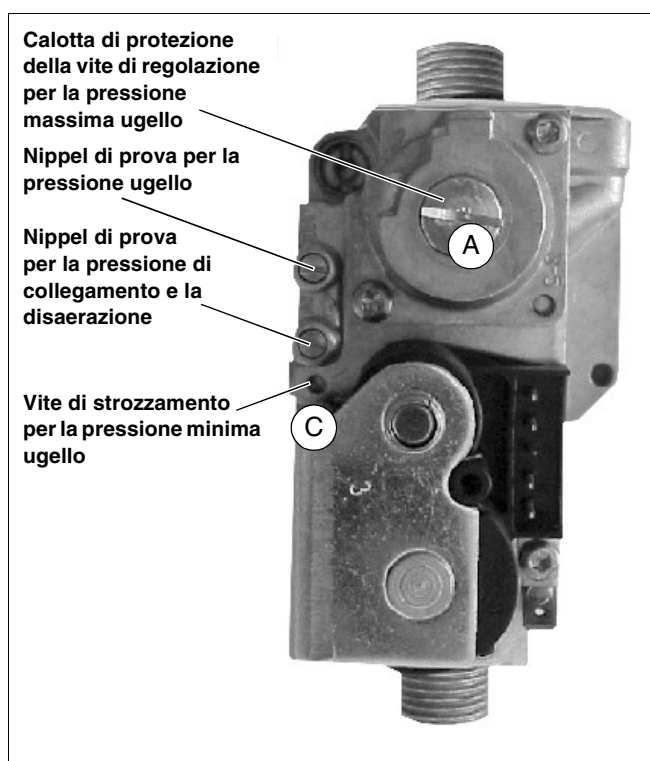
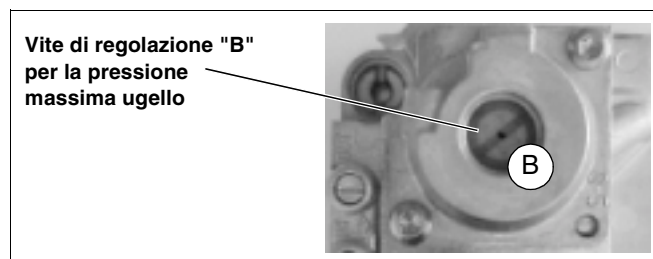
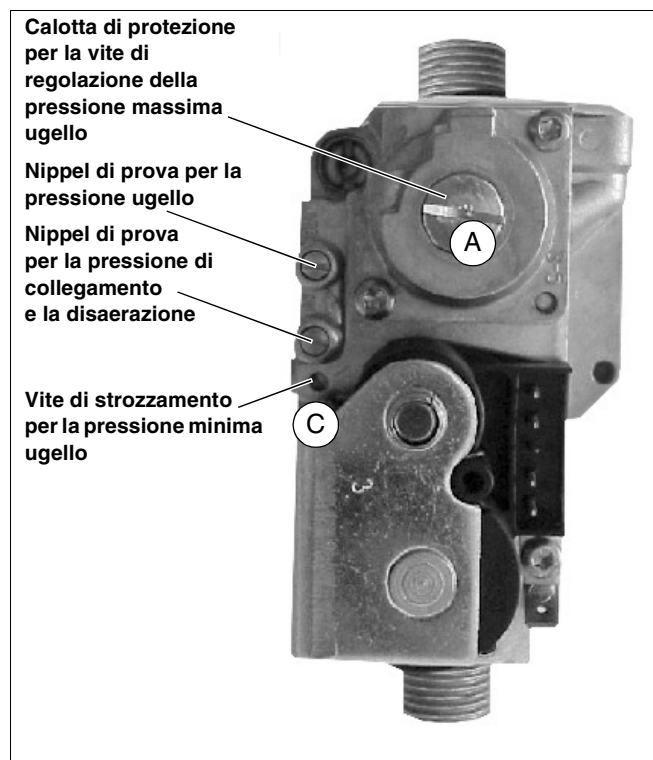

Fig. 44 Apparacchiatura gas
Fig. 45 Vite di regolazione per la pressione massima ugello
Fig. 46 Regolare la pressione ugello
- Aprire il tappo a vite del nippel di prova per la pressione di collegamento (fig. 44) sull'apparecchiatura del gas e collegare il manometro ad U.
- Rimuovere il manometro a U e serrare di nuovo ermeticamente il nippel di misurazione con il tappo a vite (fig. 44).
- Aprire il tappo a vite del nippel di prova per la pressione ugello (fig. 44) e collegare il manometro a U.
- Rimuovere la calotta di protezione (fig. 46, **pos. A**). Ruotare la vite di regolazione per la pressione massima ugello (fig. 45, **pos. B**) per procedere alla regolazione. Ruotare la vite in senso orario per alzare la pressione e in senso antiorario per abbassarla.
- Rimuovere il manometro a U e serrare di nuovo ermeticamente il nippel di misurazione con il tappo a vite (fig. 46).
- Aprire il tappo a vite del nippel di prova per la pressione ugello (fig. 46) e collegare il manometro a U.
Se la correzione non risulta sufficiente, regolare la vite di strozzamento dell'apparecchiatura gas (fig. 46, **pos. C**).
- Ruotare la vite di strozzamento dell'apparecchiatura gas (fig. 46, **pos. C**) in senso antiorario per alzare la pressione minima ugello e in senso orario per abbassarla.
- Rimuovere la calotta di protezione dell'apparecchiatura del gas (fig. 44, **pos. A**, pagina 46). Serrare completamente la vite di regolazione (fig. 45, **pos. B**) per la regolazione della pressione massima.
- Fissare nuovamente la calotta di protezione dell'apparecchiatura del gas (fig. 44, **pos. A**, pagina 46).
- Rimuovere la calotta di protezione dell'apparecchiatura del gas (fig. 44, **pos. A**, pagina 46).